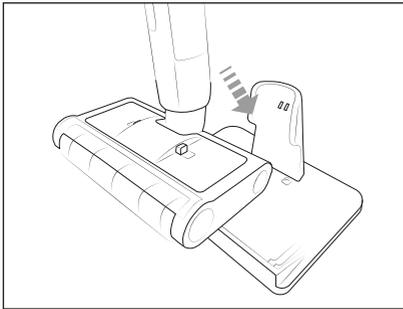

Fig. 4
- ◆ Inserire l'apparecchio nella stazione di carica **9** (vedere fig. 4). Assicurarsi che l'apparecchio sia inserito dritto nella stazione di carica **9**, in modo che i contatti di carica **8** della stazione di carica **9** tocchino i contatti di carica **2** dell'apparecchio. L'indicatore della batteria **3** lampeggia/si illumina e inizia il processo di carica.